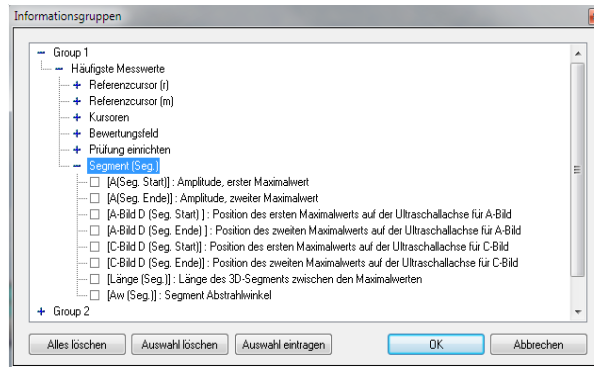

Abbildung 7-56 3D-Kursorparameter (Segmentkursorparameter)
- b) Wählen Sie die anzuzeigenden Messwerte unter **Segment (Seg.)** aus (siehe Abbildung 7-56 auf Seite 422).